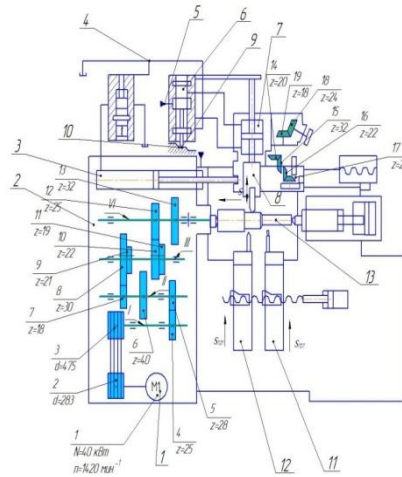

Рис. 2
9. Какая система управления используется для движения продольной подачи инструмента? (Рис. 2).
10. Какая система управления используется для движения поперечной подачи инструмента? (Рис. 2).
11. По схеме определите число оборотов шпинделя (Рис. 2).
12. Какая система переключения передач используется в приводе главного движения? (Рис. 2).